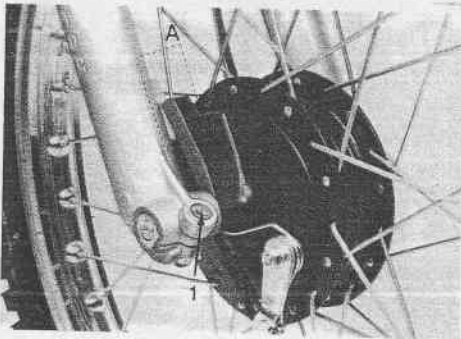

Fig. 36 - Mozzo anteriore
- Allentare le due viti a brugola sui foderi forcella (Fig. 36) e con un cacciavite svitare il perno ruota sul lato destro, quindi sfilare la ruota.
- Rimontare il disco portaceppi tenendo presente del posizionamento come indicato in Fig. 36.